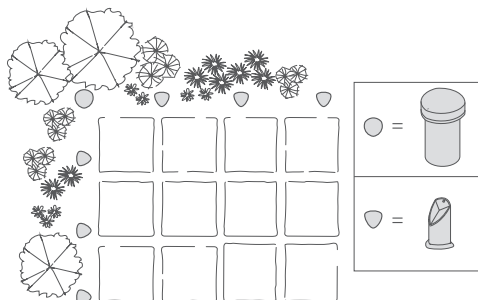

Figura 1
- Cada altavoz de bolardeos cubrirá una zona de escucha de aproximadamente 50-150 pies cuadrados (15-45 m²). Asegúrese de utilizar suficientes bolardeos de la serie BL para obtener la cobertura y el volumen adecuados. Ver el diseño de ejemplo en la figura 1.